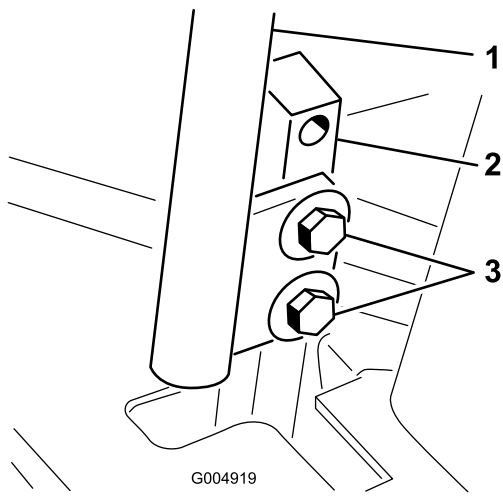

Figura 61
3. Solte os parafusos que prendem as alavancas de controlo (Figura 61)